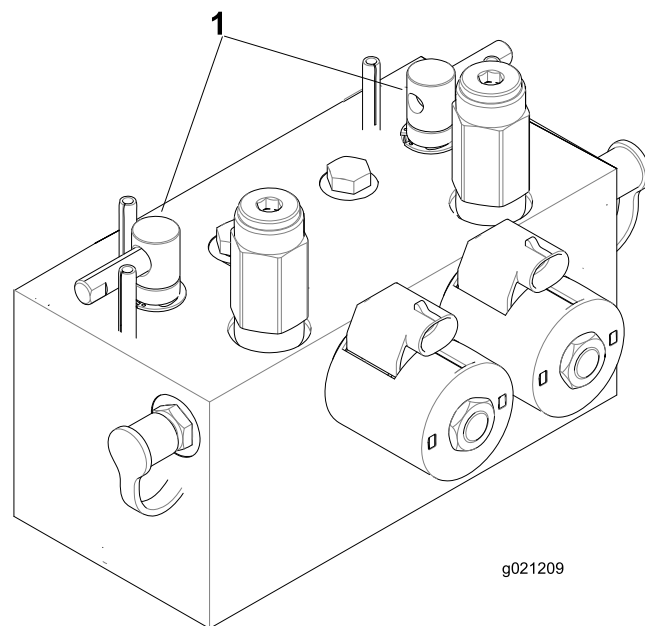

Figure 97
2. Déverrouillez le capot et soulevez-le pour exposer les leviers de rodage (Figure 97).
5. Sélectionnez les leviers de rodage avant, arrière ou les deux pour déterminer les plateaux qui doivent être rodés (Figure 97).